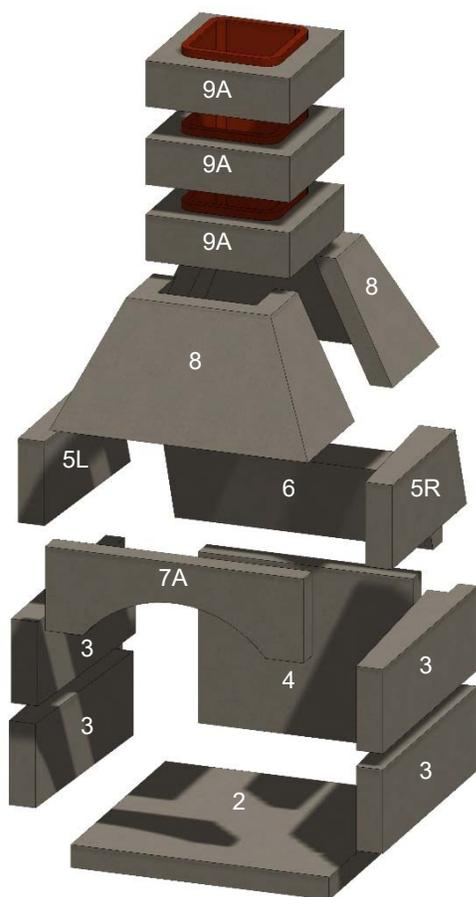
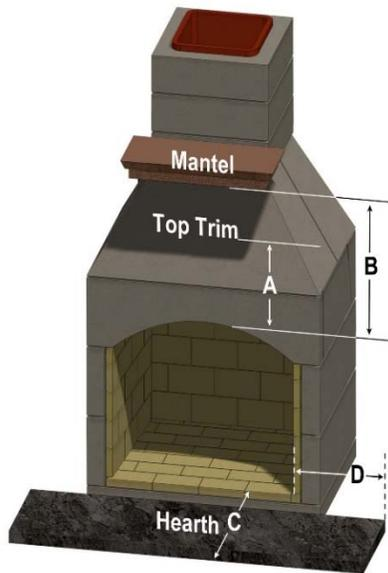

Figure 2. Composants du foyer
Figure 3. Dégagements (utiliser avec le tableau 2)
Le foyer est livré en kit avec tous les composants nécessaires pour compléter l'installation. La disposition des composants est illustrée à la Figure 2. Les composants sont énumérés dans le Tableau 1. Les spécifications et les dimensions d'installation sont indiquées dans le Tableau 2.
- A. Les éléments du foyer illustrés à la figure 2 et énumérés au tableau 1.
Tableau 2: Dégagements (voir Figure 3)
Remarque 5: Les revêtements en argile installés dans la section du conduit de fumée (article 9A, Figure 2) sont conformes aux spécifications de la section C315-02 de l'ASTM.
Choisissez un emplacement dans les plans de la maison ou dans la zone de vie extérieure où toutes les distances minimales, comme indiqué dans le tableau 2 et la figure 3, peuvent être respectées. Procédez comme suit. Les chiffres entre () sont les numéros d'articles du Tableau 1 et de la Figure 2. Assurez-vous que la base sur laquelle le foyer sera installé est une fondation solide et de niveau et qu'elle est composée de matériaux incombustibles, comme le béton.
S'il s'agit de votre première installation Stone Age, il est suggéré d'assembler d'abord les composants sans mortier pour vous familiariser avec la façon dont les composants s'assemblent. Voir la Figure 2.
Veillez à ce que les distances et les dégagements du tableau 2 et de la figure 3 soient respectés. Assurez-vous que l'âtre et le plancher sous et devant l'âtre sont faits de matériaux entièrement incombustibles, et pas seulement d'un revêtement de sol incombustible.
Si vous installez une cheminée et une garniture latérale, en particulier si elle est en bois ou en d'autres matériaux combustibles, assurez-vous que les distances minimales indiquées dans le tableau 2 et la figure 3 sont respectées.